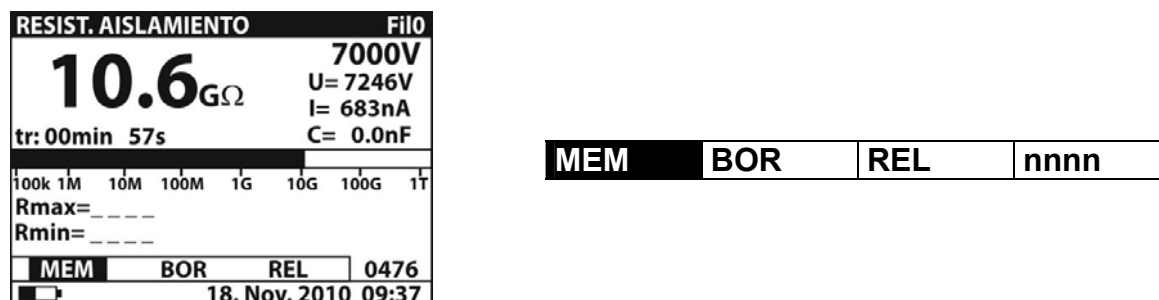

Fig. 47: Guardar datos en memoria
1. Con resultado de la medida presente en el visualizador pulse la tecla **MEM**. La pantalla Fig. 47 es mostrada por el instrumento: